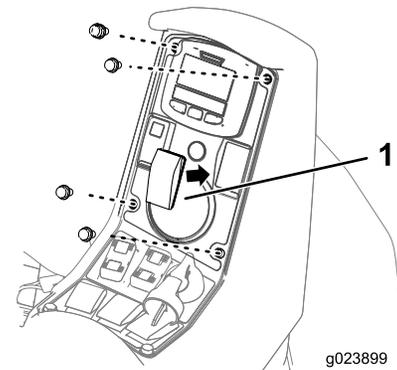

Figura 4
6. Instale o interruptor On/Off como se mostra em Figura 4.
**Interruptor On/Off de espuma** – activa o compressor, gerando um fluxo de espuma para ambas as secções da rampa em simultâneo (Figura 4).